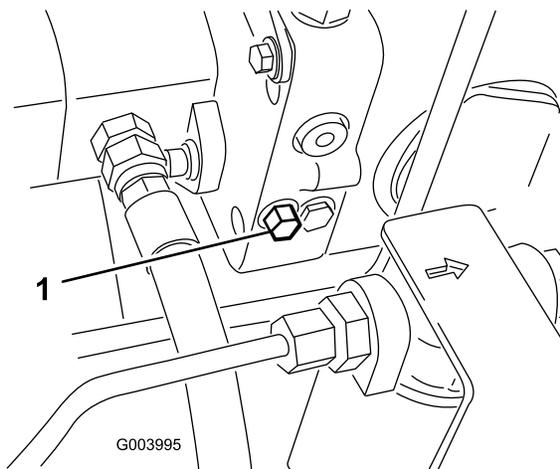

Figura 42
1. A válvula de derivação está localizada no lado esquerdo do hidrostato (Figura 42). Rode o parafuso 1-1/2 voltas para abrir para permitir a passagem do óleo internamente. Após este procedimento, torna-se possível deslocar lentamente a máquina sem danificar a transmissão.